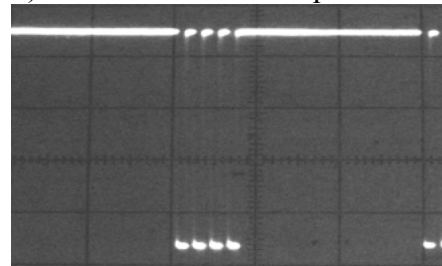

Рис.8.2. Диаграмма цикла опроса.
Временные диаграммы цикла опроса представлены на рис. 8.2.
3. С помощью осциллографа убедиться, что напряжения на выводах V6.4...V10.4 повторяют напряжения на соответствующих диаграммах рис. 8.2.
При наличии выбросов напряжения на выводе 3 микросхем D6, D7, D4 мультиплексора необходимо заменить соответствующую микросхему. При отсутствии импульса от одного из датчиков на шине данных RD0...RD7, необходимо проверить наличие напряжения на соответствующем входе микросхем D6, D7, D4 мультиплексора. При отсутствии напряжения необходимо заменить диод VD1. При его наличие необходимо дополнительно проверить наличие импульсов на адресных входах и входах выбора микросхем D6, D7, D4 мультиплексора (см. рис. 8.2.). При наличии импульсов заменить соответствующую микросхему мультиплексора.